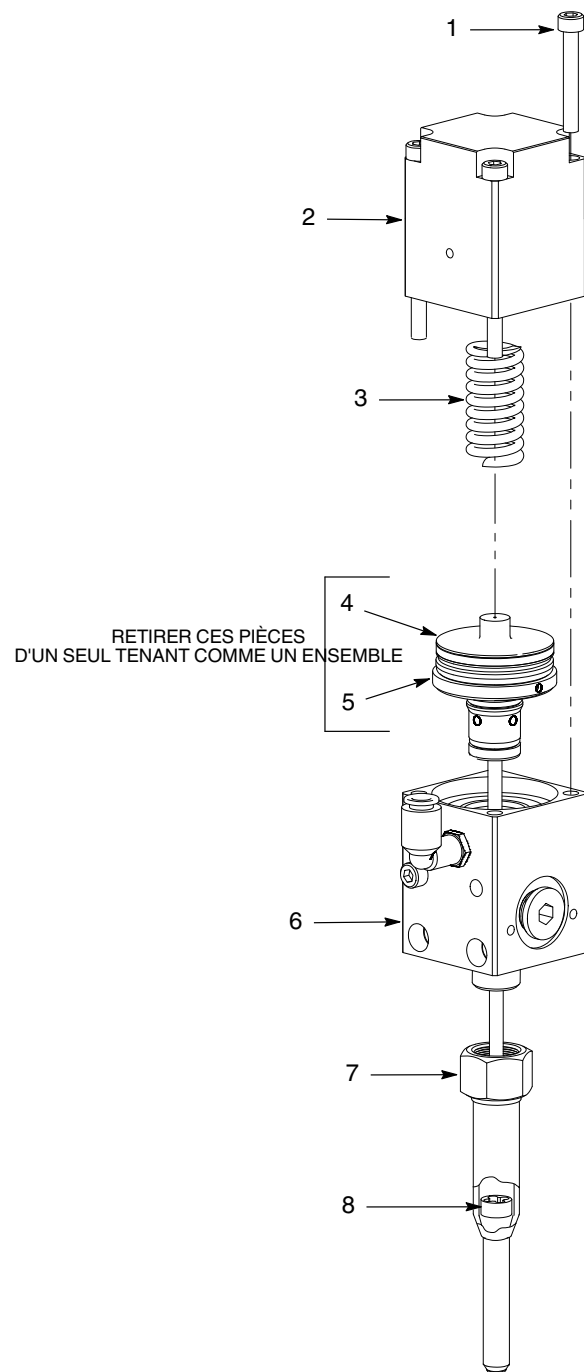

Figure 1 Vanne de dépose autonome à fermeture par ressort
1. Voir la figure 1. Retirer les vis (1) qui fixent le capuchon du cylindre pneumatique (2) au corps (6).
2. Retirer le ressort (3) du piston (4).